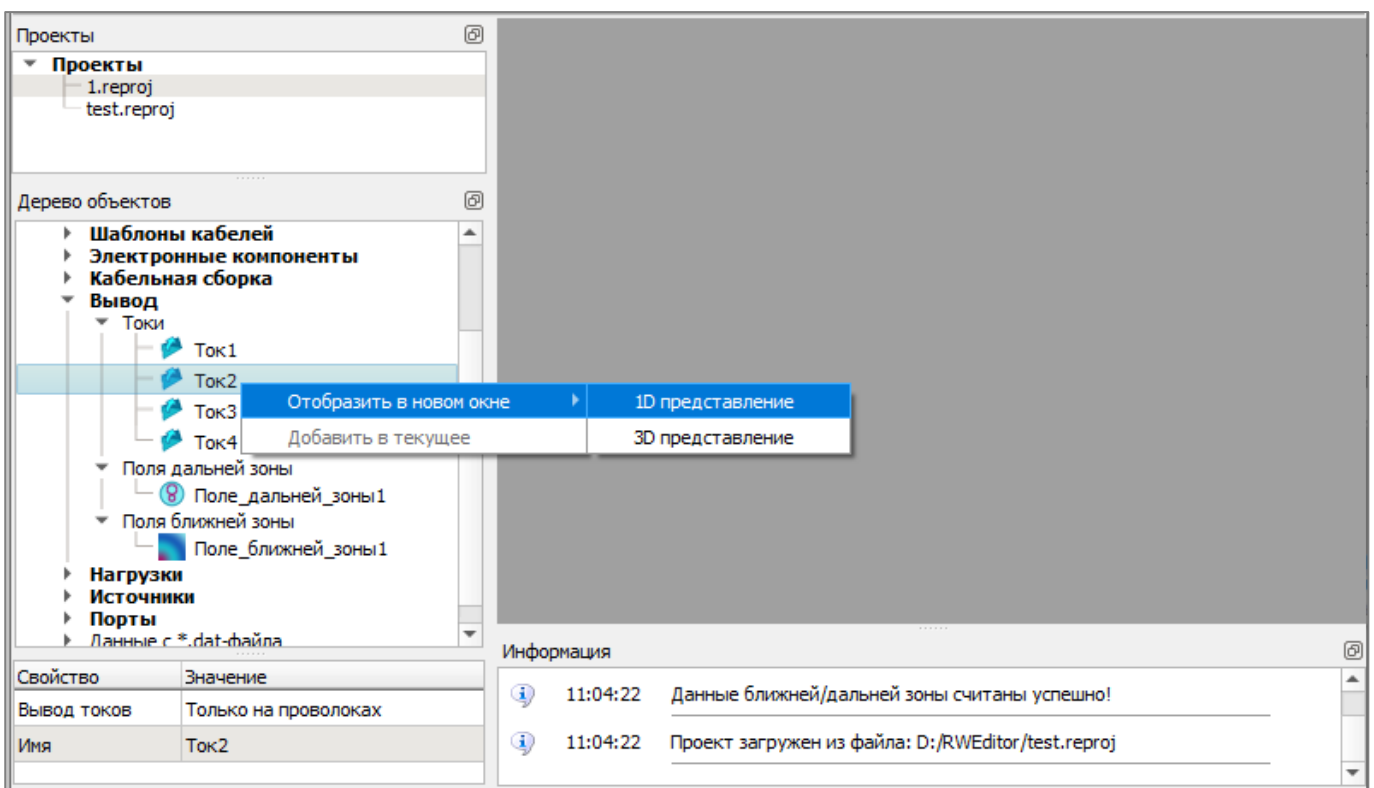

Рис. 206
18.8.1.3. Для выбранного тока выполнить команду контекстного меню «Отобразить в новом окне» → «1D представление» (рис. 206).